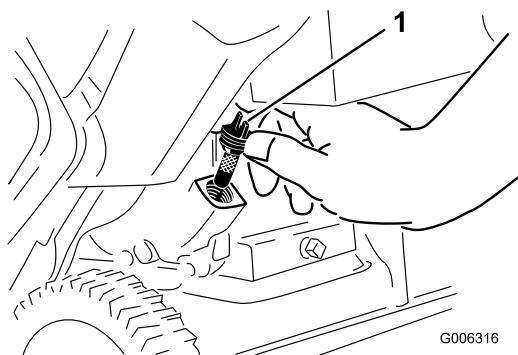

Figure 12
- Nettoyez la surface autour du bouchon de remplissage (Figure 12).